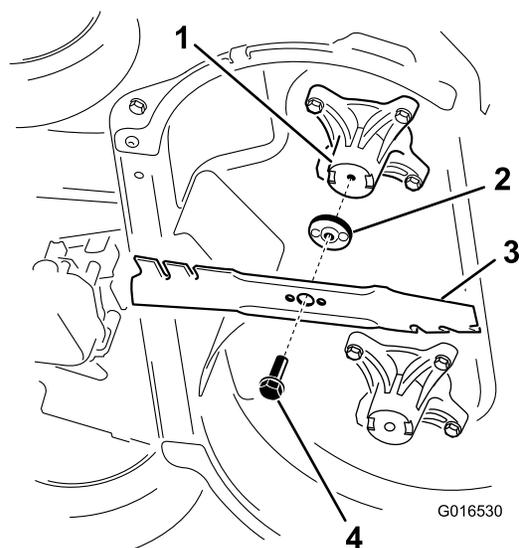

Рисунок 44
- Установите первый нож так, чтобы он находился в горизонтальном положении, вместе со всеми крепежными деталями, как показано на Рисунок 44.
- Снимите каждый нож, как показано на Рисунок 44.